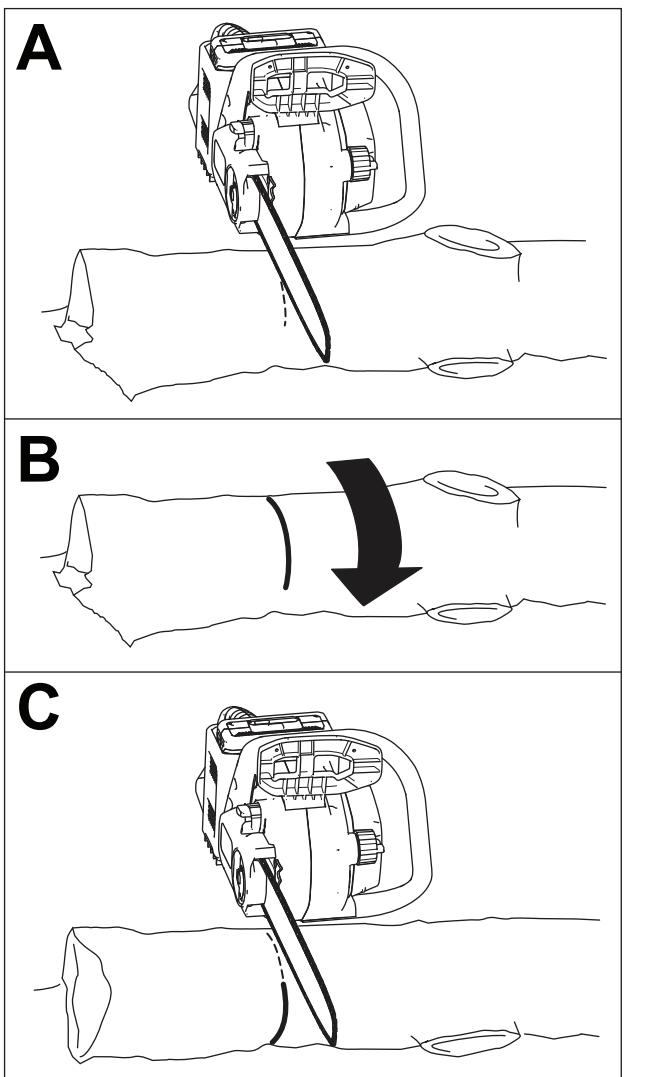

Figure 20
- Si la bille est soutenue aux deux extrémités mais pas en son centre, sciez un tiers du diamètre en partant du haut, puis continuez à partir du bas ou faites rouler la bille pour rencontrer la première coupe (Figure 20).